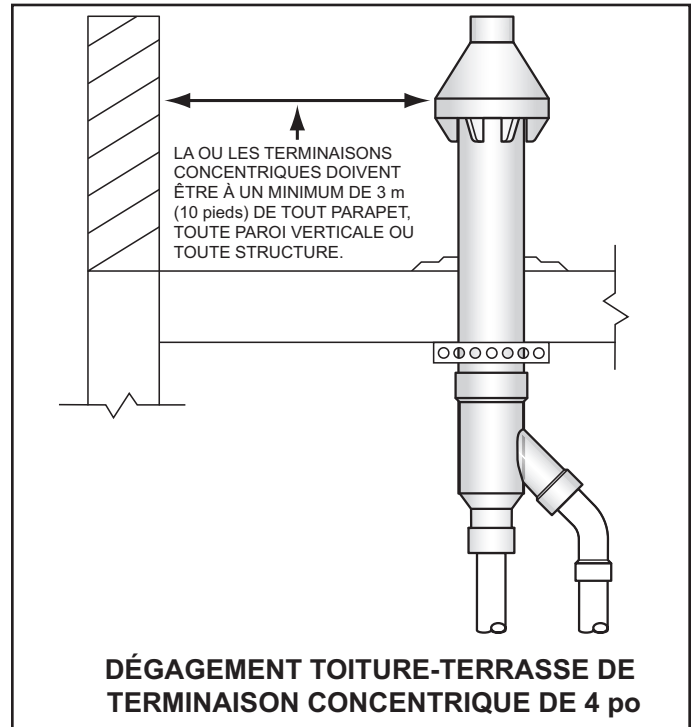
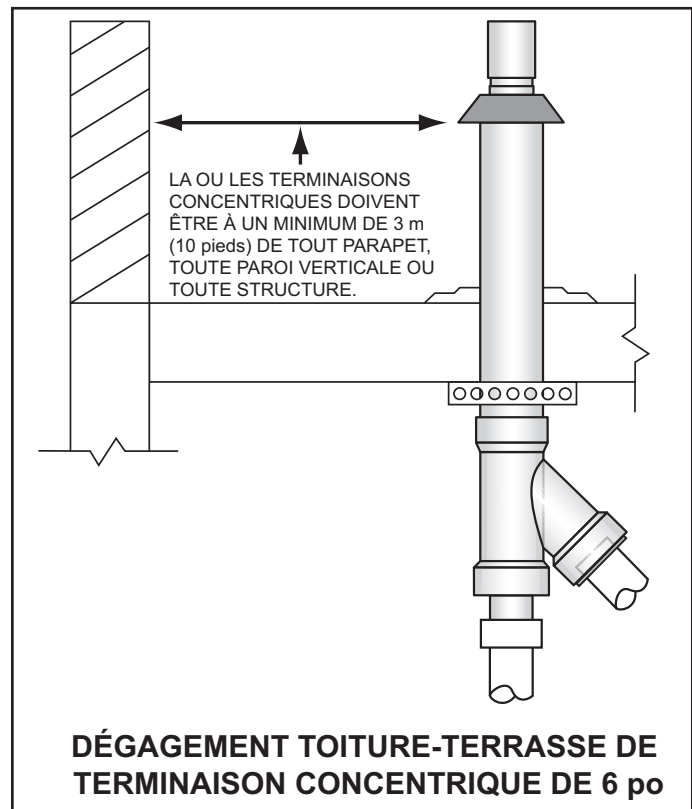

Figure 24
Figure 25
- Lors de l'installation d'une terminaison concentrique verticalement à travers un toit-terrasse, le bouchon d'aération de la terminaison doit se trouver à un minimum de 3 m (10 pieds) de tout parapet, toute paroi verticale ou structure comme l'indiquent les Figure 24 et Figure 25.